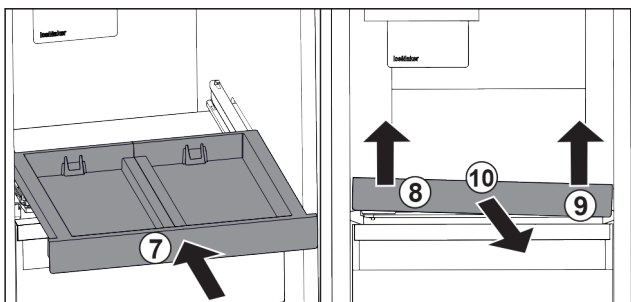

Fig. 120
- Shtyni brenda raftin me tërheqje. Fig. 120 (7)
- Ngrini lart raftin me tërheqje përpara majtas. Fig. 120 (8)
- Ngrini lart raftin me tërheqje përpara djathtas. Fig. 120 (9)
- Hiqeni nga përpara raftin me tërheqje. Fig. 120 (10)